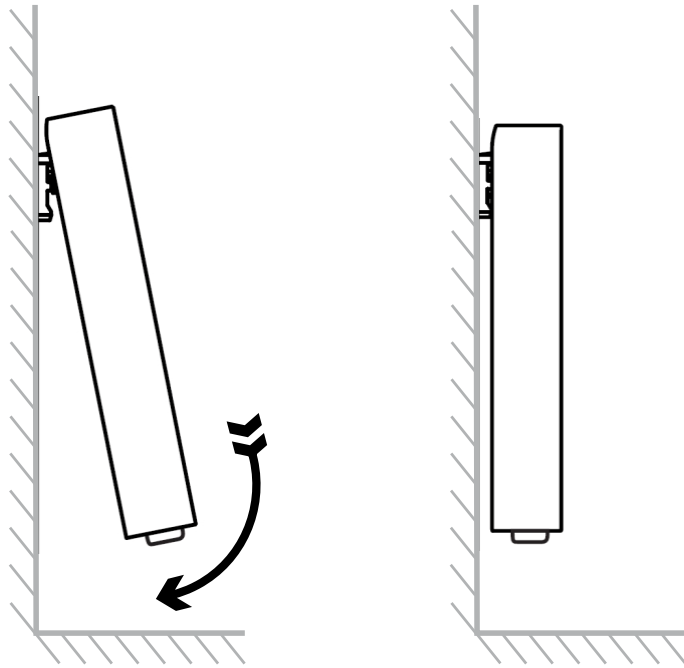

Fig. 3
- Cuelgue el emisor **(Fig. 3)** y mediante un destornillador bloquee los dos soportes **(Fig. 4)** para evitar que el emisor sea descolgado.